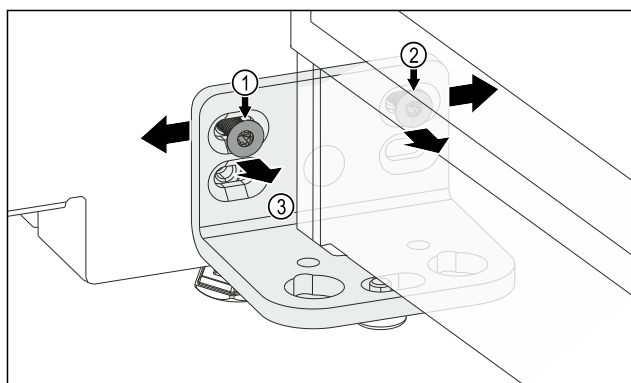

Fig. 12
- Desserrer la vis Fig. 12 (1) et la vis Fig. 12 (2). Pour la vis Fig. 12 (2), vous aurez besoin d'un petit tournevis d'angle.
- Pousser la porte et l'équerre de charnière Fig. 12 (3) vers la gauche.
- Pousser la porte et l'équerre de charnière Fig. 12 (3) vers la droite.
- Position finale de la porte atteinte : serrer la vis Fig. 12 (1) et la vis Fig. 12 (2).